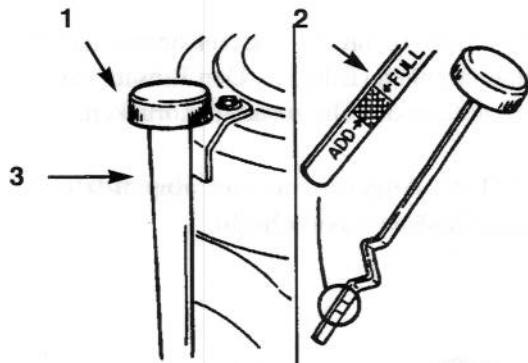

Bild 33
- Den Bereich um den Ölmeßstab reinigen (Bild 33), so daß keine Schmutzrückstände in das Ölfüllrohr fallen, die zu Motorschäden führen könnten.
- Den Ölmeßstab abschrauben und das Metallende sauberwischen (Bild 33).
- Den Ölmeßstab ganz in das Ölfüllrohr einschrauben (Bild 33). Den Ölmeßstab nochmals
7. Langsam ca. 80% der angegebenen Ölmenge in das Füllrohr einfüllen (Bild 33). Jetzt den Ölstand messen; siehe *Kontrolle des Ölstands*.
5. Langsam ca. 80% der angegebenen Ölmenge in das Füllrohr einfüllen (Bild 33). Jetzt den Ölstand messen; siehe *Kontrolle des Ölstands*.